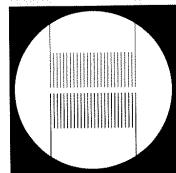

Bild 15
La lampe halogène est ajustée de façon optimale lorsque les spirales représentées sur le cache de protection de l'objectif ressemblent à celles de l'illustration (figure 15).
Die Lampe ist optimal justiert, wenn eine maximale Annäherung an die Wverdelabbildung (Bild 15) erreicht ist. Lampenhausabdeckung (15) schließen.
The lamp is adjusted optimally when the spiral is displayed as close as possible to that shown (Fig. 15). Close lamp housing cover (15).
La lampe est ajustée de façon optimale lorsqu'une ressemblance maximale aux spirales représentées (figure 15) est atteinte. Fermer le couvercle de la boîte à lumière (15).